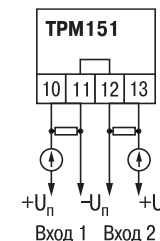

Рис. 22
3. Для питания нормирующих преобразователей необходим дополнительный источник постоянного напряжения U_n . На рис. 22 показаны схемы подключения датчиков с унифицированным выходным сигналом 4...20 мА к приборам по двухпроводной линии. Значение напряжения U_n указывается в технических характеристиках нормирующего преобразователя и, как правило, лежит в диапазоне 18...36 В.